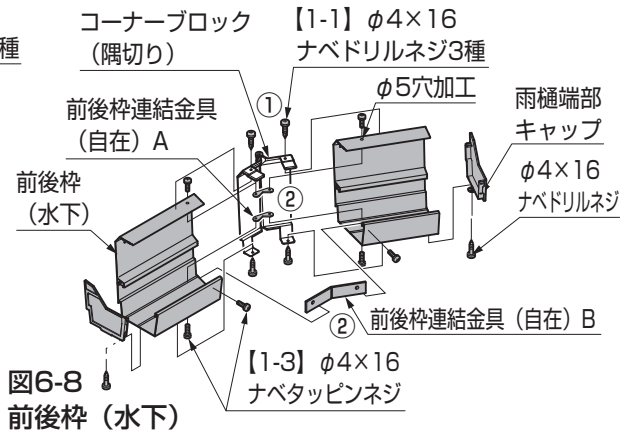

図6-8 前後枿 (水下)
- 前後枿 (水下) を連結する場合は、前後枿連結金具 (自在) Bも取付け角度に合わせ固定してください。(図6-8参照)